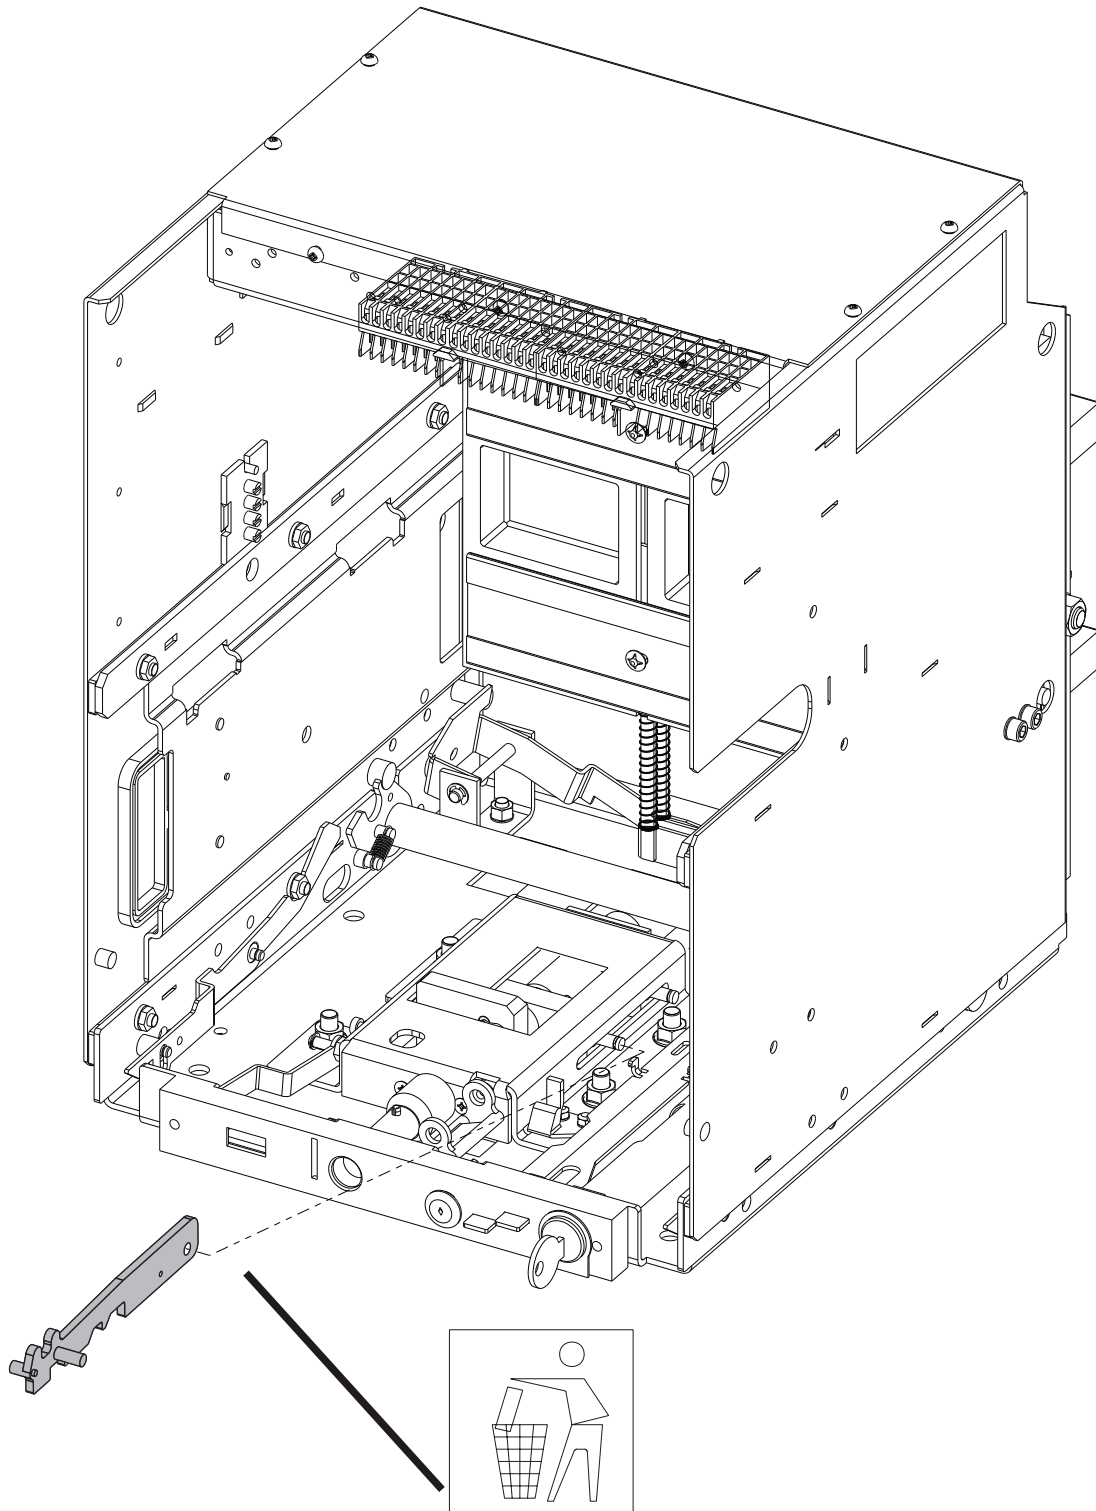

Fig. 17
- Disassemble the parts shown in figure 17 from M-PACT cassette.
- Zerlegen Sie die in Abbildung 17 gezeigten Teile von der M-PACT -Kassette.
- Démontez les pièces illustrées aux figure 17 de la cassette M-PACT.